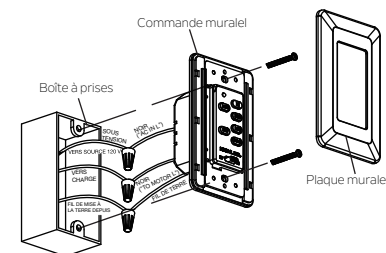

Fig. 29
**Étape 2.** Placez la commande murale sur la boîte à prises, connectez les fils avec les connecteurs (fournis). (Fig. 29).
**Étape 3.** Sécurisez les connexions des fils et assurez-vous qu'il n'y a pas de brins de fil ni de connexions desserrés. Remettez les connexions de fils à l'intérieur de la boîte à prises et fixez la commande murale à la boîte à prises avec les vis (fournies). Ajustez la plaque frontale sur la commande murale. (Fig. 29).